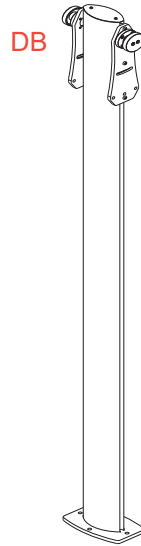

Fig. 3B
(Fig. 3B) Nr. 1 **Upright pole (DB)**